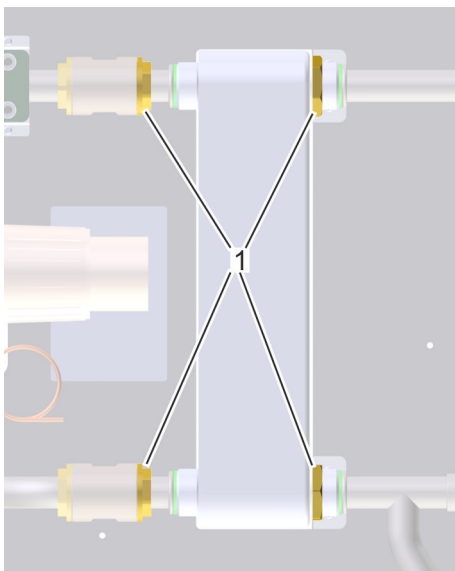

Abb. 47: Verschraubungen Wärmetauscher lösen
4. ➤ Um den Wärmetauscher zu lösen, mit einem Rollgabelschlüssel 4 Verschraubungen (Abb. 47/1) lösen.
7. ➤ Um den neuen Wärmetauscher festzuschrauben, 4 Verschraubungen (Abb. 47/1) anziehen.